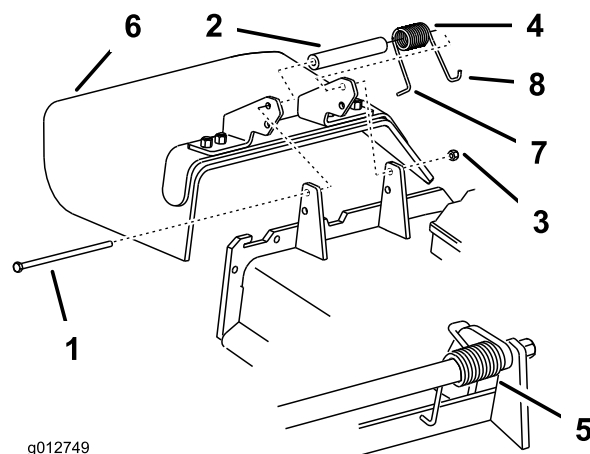

Figure 71
1. Retirez le contre-écrou, le boulon, le ressort et l'entretoise qui fixent le déflecteur aux supports de pivot (Figure 71). Enlevez le déflecteur s'il est endommagé ou usé.
**Remarque:** Veillez à placer l'extrémité en L du ressort derrière le bord du tablier avant de mettre le boulon en place, comme montré à la Figure 71.
3. Remettez le boulon et l'écrou. Accrochez l'extrémité en J du ressort au déflecteur d'herbe (Figure 71).